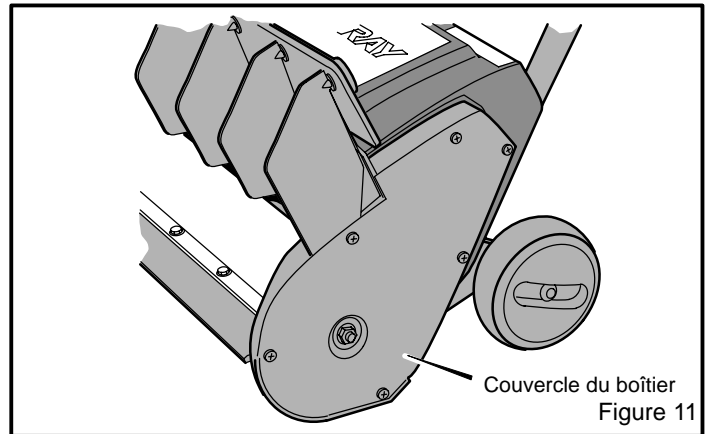

Figure 11
- Déposer les six vis et l'écrou à embase maintenant le couvercle du boîtier, du côté gauche du chasse-neige. Figure 11.